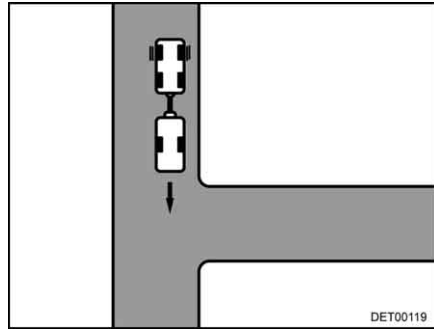

Fig. 15 Manœuvre à effectuer
- Se déplacer vers l'entrée, jusqu'à ce que l'arrière de la caravane se trouve, à peu près, à la hauteur de l'entrée (Fig. 15).